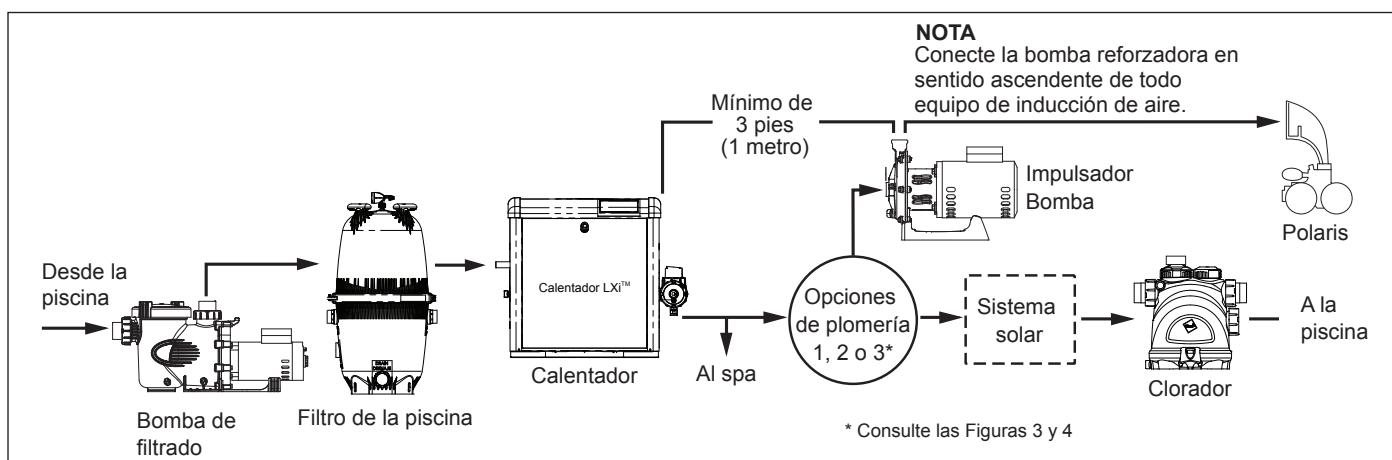

Figura 2. Disposición típica del equipo
Para garantizar el funcionamiento correcto de la bomba y el limpiador, consulte la Figura 2 y observe las siguientes pautas para equipos específicos.
- Si hay un calentador instalado en el sistema, conecte la entrada de la bomba reforzadora en la línea de retorno en sentido descendente y por lo menos a tres (3) pies (1 metro) de la descarga del calentador. Véase Figura 2. No conecte la entrada de la bomba reforzadora en la sección de tres pies (1 metro) del tubo del dissipador térmico que sale directamente del calentador.